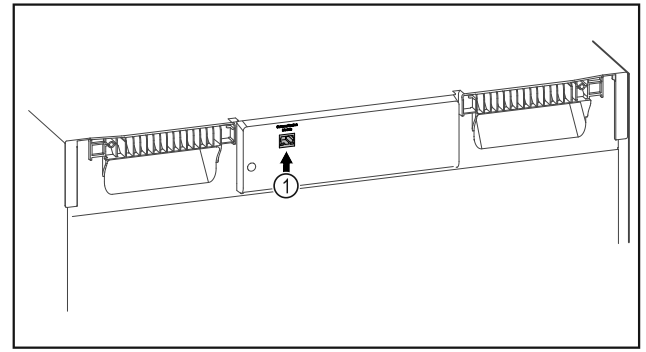

Fig. 86
- ☐ Το SmartModule Fig. 86 (1) χρησιμοποιείται.